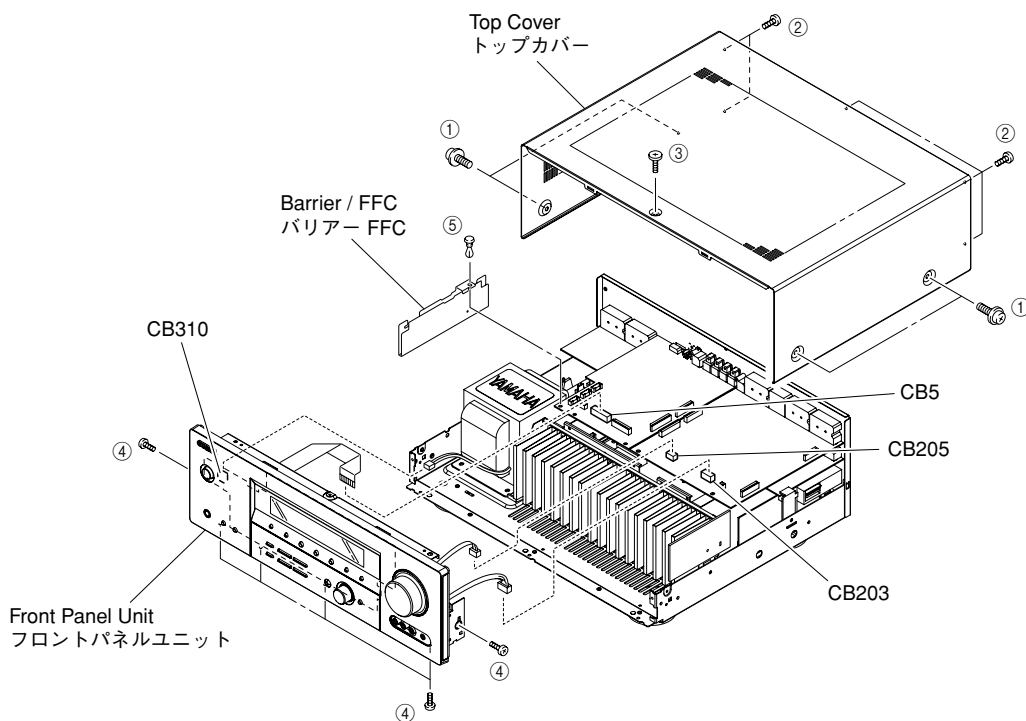

Fig. 1
- a. Remove 4 screws (①), 5 screws (②) and 1 screw (③). (Fig. 1)
- b. Slide the Top Cover rearward to remove it. (Fig. 1)
- a. ①のネジ4本、②のネジ5本、③のネジ1本を外します。(Fig. 1)
- b. トップカバーを後方へスライドさせ、取り外します。(Fig. 1)
- a. Remove 6 screws (④). (Fig. 1)
- b. Remove a push rivet (⑤). (Fig. 1)
- c. Remove the Barrier/FFC. (Fig. 1)
- d. Remove CB5, CB203, CB205 and CB310. (Fig. 1)
- e. Remove the Front Panel Unit. (Fig. 1)
- a. ④のネジ6本を外します。(Fig. 1)
- b. ⑤プッシュリベット1本を外します。(Fig. 1)
- c. バリアー/FFCを取り外します。(Fig. 1)
- d. CB5、CB203、CB205、CB310を外します。(Fig. 1)
- e. フロントパネルユニットを取り外します。(Fig. 1)